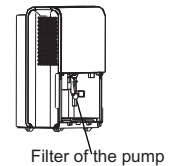

Fig.12
- Enrolle el cable y líe la unidad con la banda (Fig. 12).